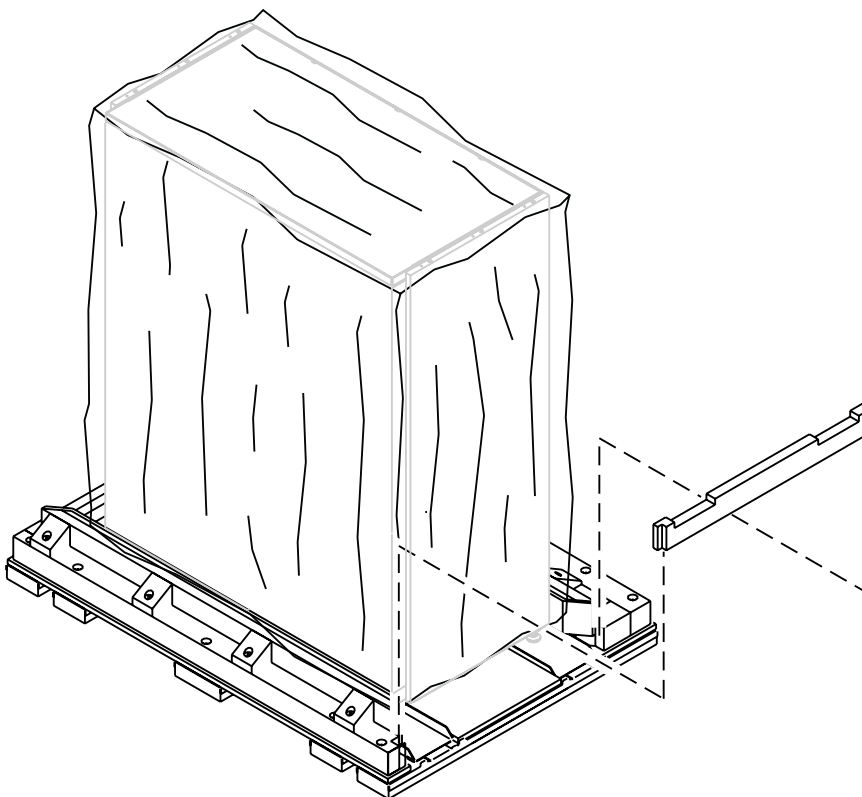

図4-6: 木製の棒の取り外し
10. ライブラリの右側にある木製の棒を持ち上げて、パレット上のブラケットから取り外します（図4-6を参照）。
13. 右側の木製の棒を、パレット上のブラケットに再度挿入して、ライブラリを固定します（図4-6を参照）。